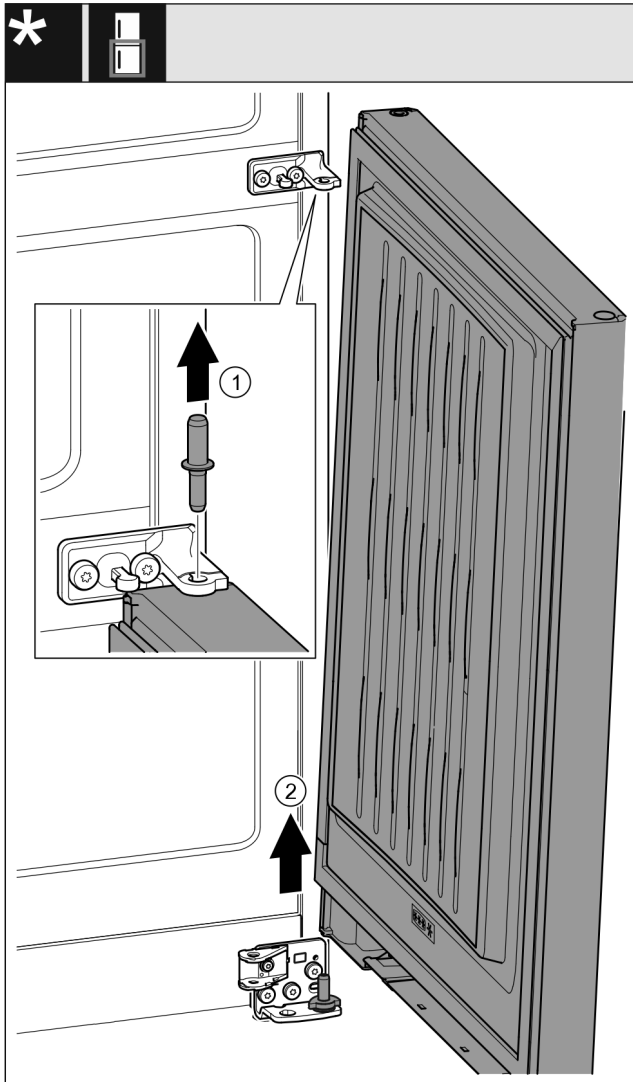

Fig. 23 *
- ▶ 向上拉出螺栓。 Fig. 23 (1)*
- ▶ 向外旋转冰箱门，向上拉出后放在旁边。 Fig. 23 (2)*